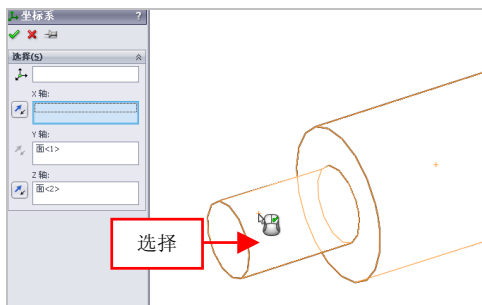

图 4-43 选择左侧的圆柱面
(3) 单击【Z 轴】下方文本框，选择左侧的圆柱面，如图 4-43 所示。